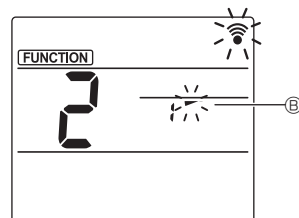

Fig. 3
- ③ Definir o ângulo da palheta (Fig. 3)